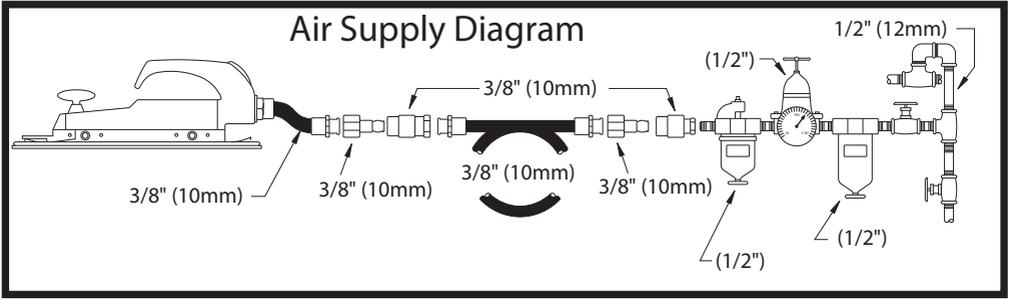

Fig. 01
- Подключите устройство так, как показано на Рис. 01.
- Для включения устройства просто нажмите на курок (A). Скорость вращения увеличивается сообразно нажми на курке. Отпустите курок для остановки.